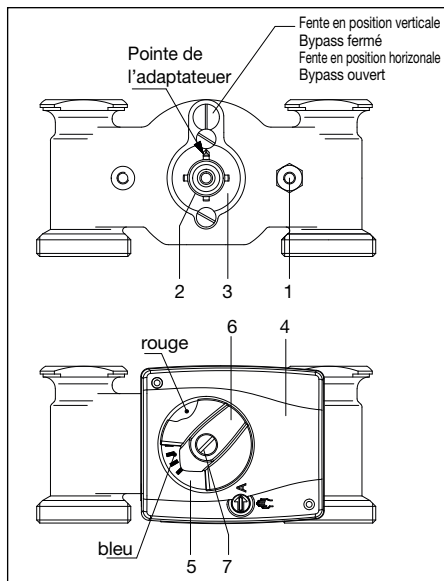

Fig. 5.7 Montage vanne mélangeuse à 4 voies DN25 / DN32
- Monter le dispositif contre torsion (1) sur le corps de la vanne.
- Monter l'adaptateur (2) sur le boisseau de la vanne (3) jusqu'en butée. Tenir compte du méplat!
- Monter le moteur (4) sur l'arbre du mélangeur.
- Placer l'affichage du sens de rotation (5) sur le moteur comme indiqué sur la fig. 5.7.
- Monter la poignée de réglage manuel (6) sur l'arbre du mélangeur avec la flèche se trouvant dans la zone bleue (en départ usine: sens contraire des aiguilles d'une montre à butée, position de service «A» service automatique).
- Insérer la vis (7) avec la rondelle dentelée et la serrer avec un couple de $>5Nm$.